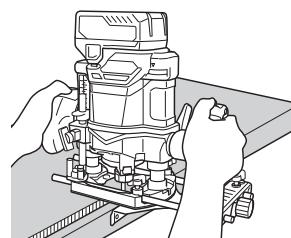

Fig. 23
- (1) Insérer une barre de guidage dans chaque trou du porte-barre, puis serrer légèrement les 2 boulons papillons (A) sur le dessus du porte-barre.
- (2) Insérer une barre de guidage dans chaque trou du socle, puis serrer fermement les boulons papillons (A) (accessoires standard).
- (3) Effectuer les réglages fins de la dimension entre la mèche et la surface du guide, puis serrer à fond les deux boulons à ailettes (A) sur le dessus du support de barre, et le boulon à ailettes (B) de fixation du guide droit.
- (4) Comme indiqué sur la Fig. 23, fixer solidement le fond du socle sur la surface traitée du matériau. Faire avancer la détouruse tout en maintenant le plan du guide sur la surface du matériau.